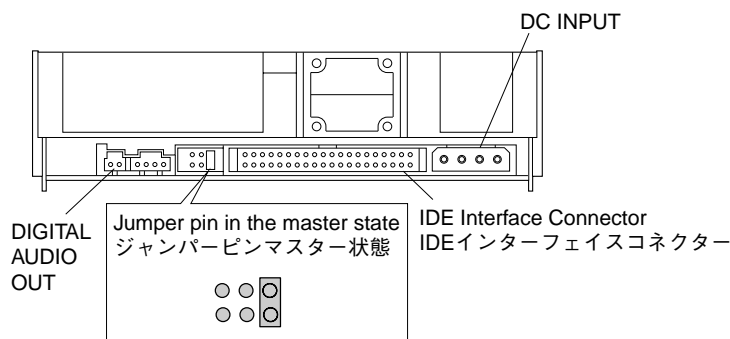

Fig. 6
- Insert the jumper pin of the new CDR Mechanical Unit at the master position. (Fig. 6)
- 新しいCDRメカユニットのジャンパーピンを、マスターの位置に差し込みなおします。(Fig. 6)